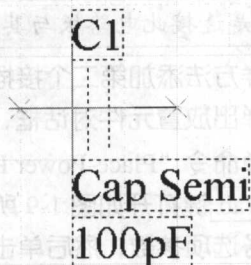

图 1-5 处于浮动状态的电容
- (6) 单击  按钮，进入原理图编辑工作环境，如图 1-5 所示，浮动的电容随着光标一起移动，只要在工作区内适当位置单击鼠标左键，即可放置该电容；